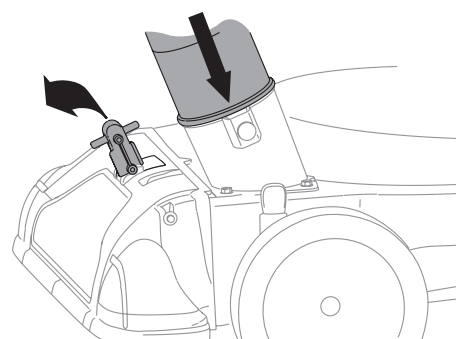

Figura 13
1. Coloque la manija del pico / manguera de la aspiradora en la posición de la base del pico para volver a dirigir la aspiración al montaje de la manguera. Vea la Figura 13.
2. Para operar el ensamblado de la manguera, el perno con resorte debe estar en el segundo agujero del adaptador de la misma. Vea la Figura 13.